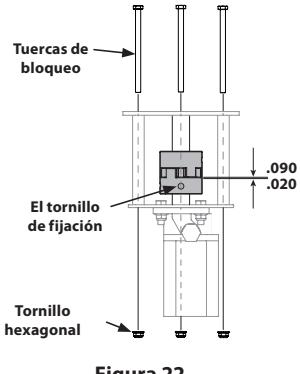

Figura 22
2. Retire los tres tuercas de la brida sujeción y los tornillos hexagonales que sujetan la bomba a la pantalla de acoplamiento. Dos tuercas de la brida y tornillos hexagonales se encuentran en las esquinas inferiores y uno está en la parte superior central. Vea la Figura 22.
11. Establezca 0,020 pulgadas a 0,090 pulgadas de una liquidación / brecha entre el nylon "araña" y el motor de la mitad del acoplamiento deslizando un calibrador entre el nylon "araña" y la mitad del acoplamiento del motor y mover el medio acoplamiento de la bomba según sea necesario. Instale el tornillo de fijación y el par de 7/8 pulgadas-libras para asegurar el acoplamiento mitad bomba. Vea la Figura 22.